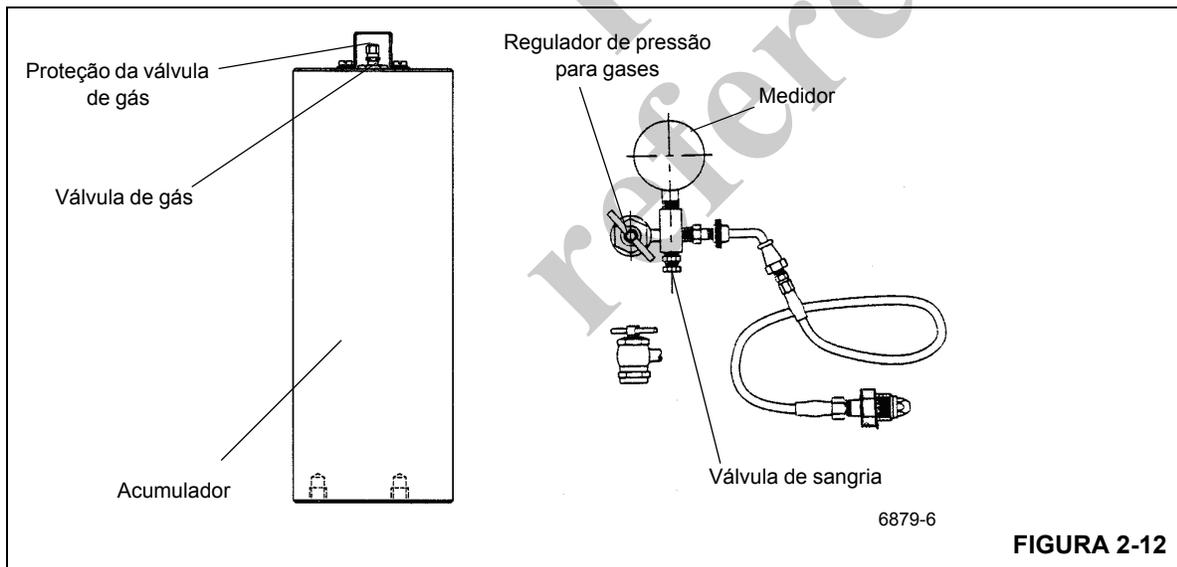

FIGURA 2-12
1. Com o motor desligado, descarte todo o óleo armazenado nos acumuladores pressionando o pedal do freio de serviço no piso da cabine várias vezes. Remova a proteção e a tampa da válvula de gás no acumulador (Figura 2-12).
2. Antes de conectar o conjunto de carga (Figura 2-12) à válvula de gás do acumulador, gire totalmente para fora (sentido anti-horário) a alavanca em "T" do regulador de pressão para gases.
6. Se a pressão for $8,3 \pm 0,4/-0$ MPa ($1200 \pm 50/-0$ psi), remova o conjunto da válvula de carga girando a alavanca em "T" totalmente para fora no regulador de pressão para gases e abrindo a válvula de sangria (Figura 2-12).
1. Com o motor desligado, descarte todo o óleo armazenado nos acumuladores pressionando o pedal do freio de serviço no piso da cabine várias vezes. Remova a válvula de gás e a tampa do acumulador (Figura 2-12).
3. Antes de conectar o conjunto de carga (Figura 2-12) à válvula de gás do acumulador, gire totalmente para fora (sentido anti-horário) a alavanca em "T" do regulador de pressão para gases.
7. Se a pré-carga estiver acima de $8,3 + 0,4/-0$ MPa ($1200 + 50/-0$ psi), feche o cilindro de nitrogênio e abra lentamente a válvula de sangria no conjunto de carga (Figura 2-12) até que a pressão da pré-carga esteja correta.